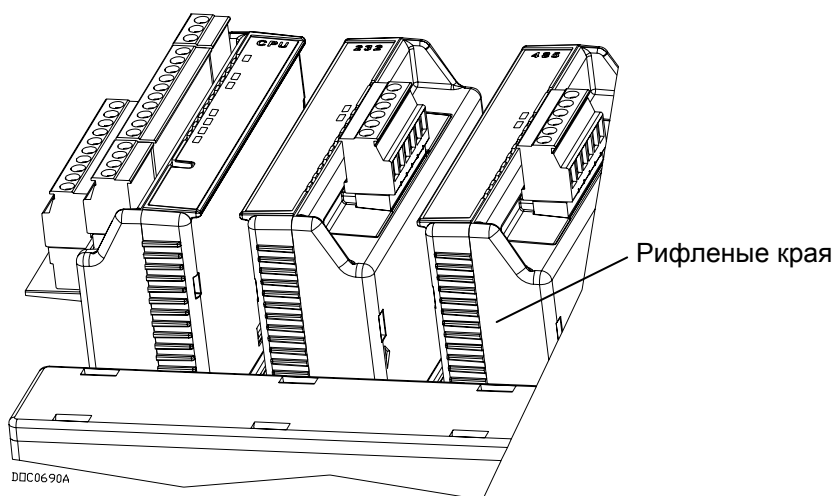

Рис. 4-3. Рифленые края на модулях
3. Захватите модуль за рифленые края с обеих сторон и аккуратно его вытащите (см. рис. 4-3). Слегка сдвиньте крышку вперед, чтобы освободить фиксатор модуля.